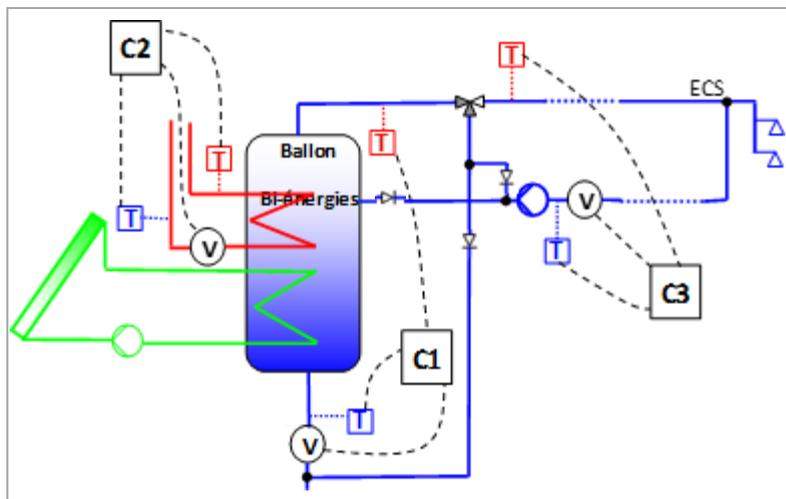

Fig. 5 Bouclage sur installation à appoint intégré
Cette stratification peut être naturelle, comme sur la figure 5 ; mais aussi favorisée par tel ou tel dispositif, actif avec V3V sur un échangeur extérieur, ou passif avec canne de stratification par exemple.
- Υ Mise en place d'un comptage spécifique sur la parte solaire du bouclage avec double index (compteur QSTU,dis de la figure 5).